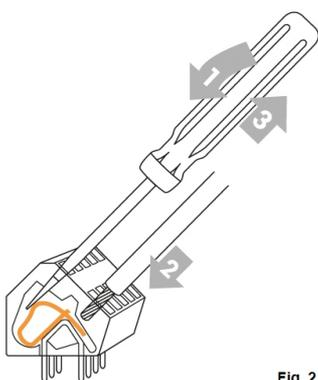

Fig. 2
3. Abra las abrazaderas con un destornillador (imagen 2) y conecte el sistema eléctrico al controlador.